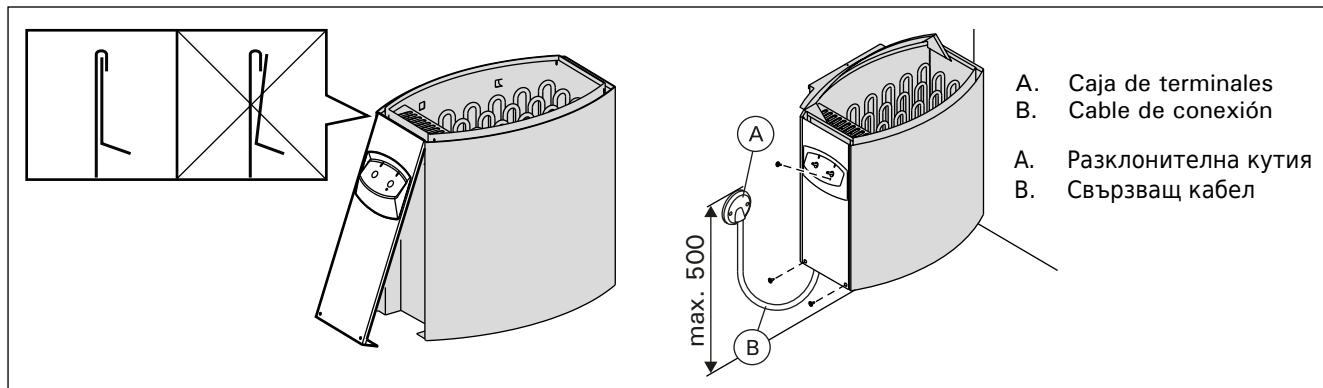

Figura 8. Cerrar la tapa de la caja de conexiones (todas las dimensiones en milímetros)
- El calentador está conectado de forma semiestacionaria a la caja de terminales (figura 8: A) de la pared de la sauna. La caja de terminales debe estar protegida contra salpicaduras y su altura máxima desde el suelo no debe superar los 500 mm.
- El cable de conexión (figura 8: B) debe tener un recubrimiento de goma de tipo HO7RN-F o equivalente. **NOTA: se prohíbe el uso de cables aislados con PVC por su fragilidad cáustica térmica como cable de conexión del calentador.**
- **Al cerrar la tapa de la caja de conexiones asegúrese de que el borde superior de la cubierta está bien colocado.** Si el borde superior está fuera de lugar el agua puede entrar en la caja de conexiones. Figura 8.